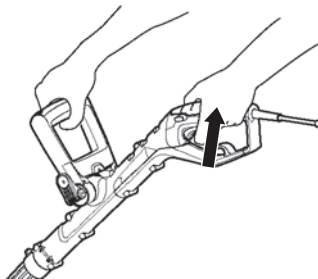

Fig.10
- > Mettez-vous dans une position stable et tenez l'appareil solidement, avec une main sur la poignée principale et l'autre main sur la poignée auxiliaire. Pour allumer l'appareil, enfoncez la sécurité de l'interrupteur avec le pouce puis appuyez sur le bouton marche/arrêt (fig.10). Relâchez la sécurité. Pour éteindre, relâchez le bouton marche/arrêt. L'appareil ne peut pas fonctionner en mode continu.